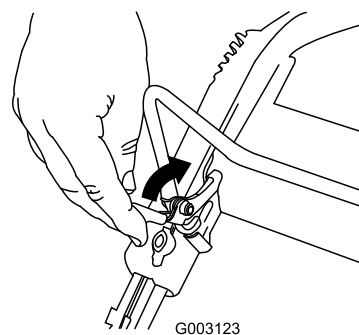

Рисунок 15
1. Оттяните фиксатор штанги управления (Рисунок 15).